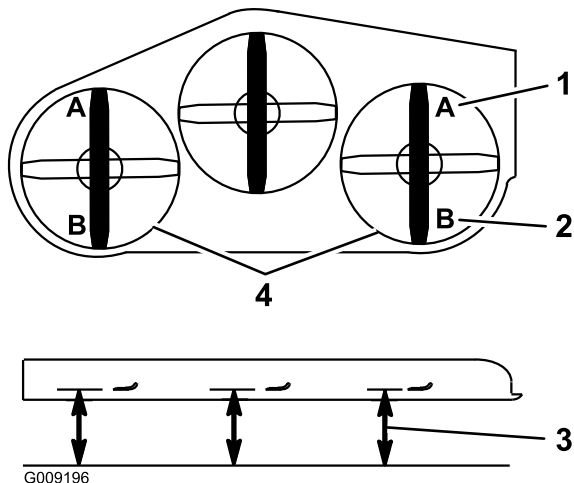

Figure 113
9. De chaque côté du plateau de coupe, mesurez la distance entre la surface plane et la pointe avant de la lame (position A), comme montré à la Figure 113.
15. De chaque côté du plateau de coupe, mesurez la distance entre la surface plane et la pointe arrière de la lame (position B), comme montré à la Figure 113.